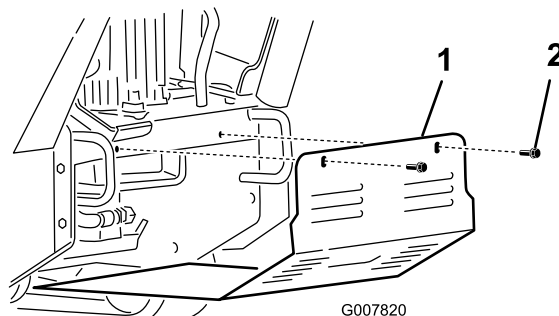

Figura 26
2. Rimuovete i due bulloni che fissano lo schermo inferiore (Figura 26).
2. Fate scorrere lo schermo inferiore nella macchina in modo che poggi su tutte e 4 le alette (Figura 26).